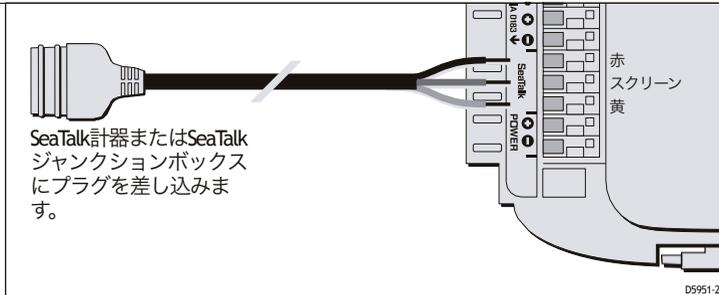

図 2-15. シートークの接続
1. 図 2-15 に示すように、SeaTalk ケーブルの終端のない方の端をスマート・ヘディング・センサーの適切な色分けされた端子に接続します。